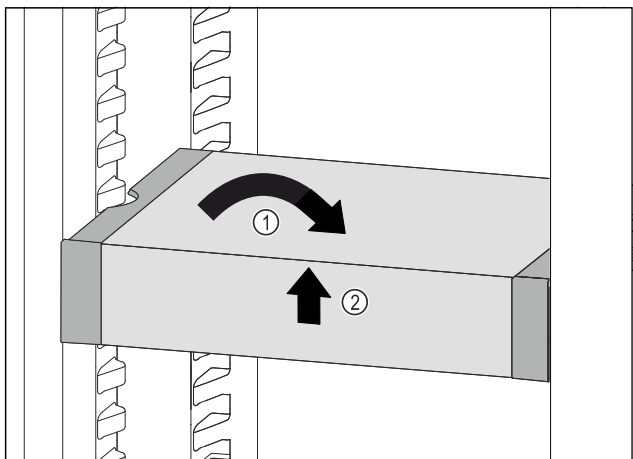

Fig. 126
- Predal VarioSafe postavite ravno. Fig. 126 (1)
- Predal VarioSafe dvignite spredaj. Fig. 126 (2)